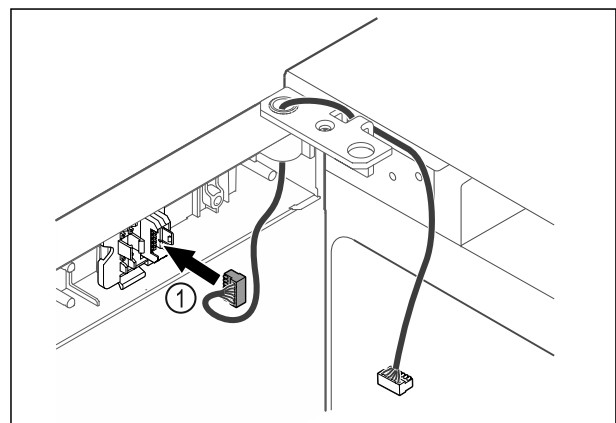

Fig. 46
- ▶ Insérer le connecteur Fig. 46 (1) dans le support.